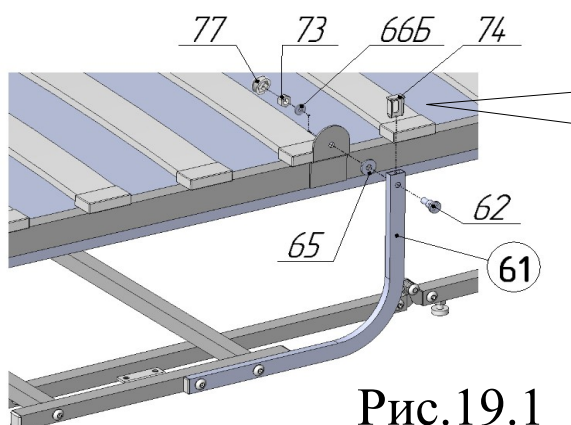
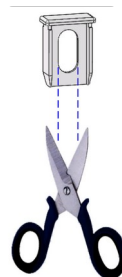

Рис.19.1
Рис.19.2
23. В тяги-уголки поз.61 вставить заглушки 10x20 поз.74, расширив подрезанием места прохождения спецвинта поз.62 (рис.19.2). Между тягой-уголком поз.61 и кронштейном рамы установить шайбу пластмассовую Ø10х18 поз.65 (рис.19.1). Присоединить к раме кровати концы тяг-уголков поз.61. с помощью спецвинтов поз.62, используя